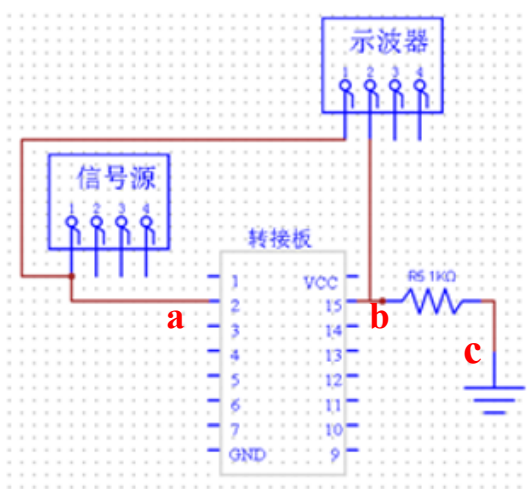

图 1-20 二极管的单向导电性测试电路图
- 1.按图 1-20，在 ELF-BOX3 实验台的画布区域自主搭建电路。